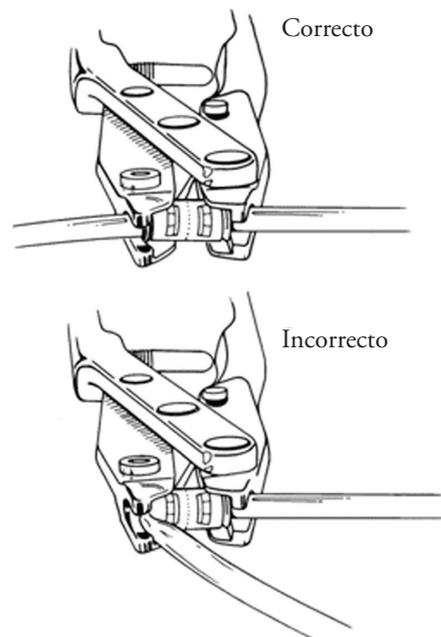

Figura 4-34. Cierre de la herramienta de montaje
7. Apriete los mangos de la herramienta hasta que el tope del cierre toque el mango opuesto. (Figura 4-34)